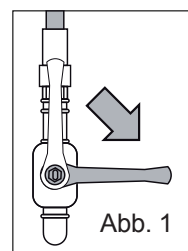

Abb. 1
- Den dem Gerät vorgeschalteten Absperrhahn schließen (Abb. 1);
- Den dem Gerät vorgeschalteten Absperrhahn schließen (Abb. 1).